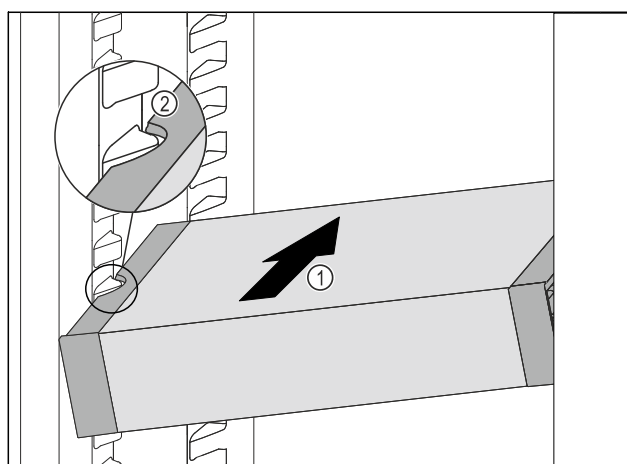

Fig. 73
- Introduzca el VarioSafe en posición oblicua en el compartimento del refrigerador Fig. 73 (1) hasta que los huecos laterales Fig. 73 (2) del VarioSafe se encuentren a la altura de la nervadura del recipiente en el compartimento refrigerador.